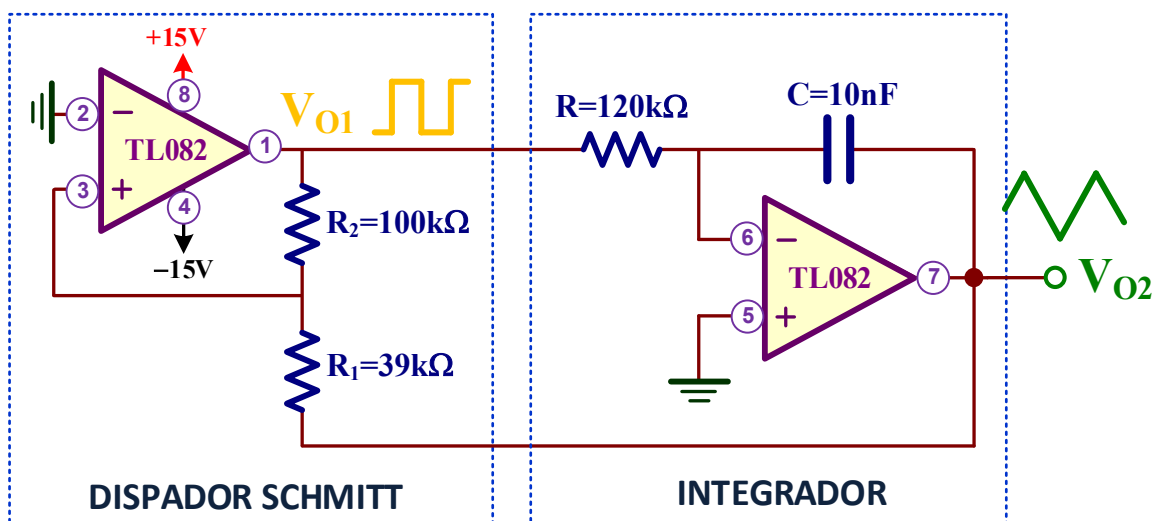

Figura VII.4. Circuito del generador de diente de sierra y onda cuadrada.
- C)** Montar el circuito generador de diente de sierra de la figura VII.4 constituido por el disparador Schmitt de la figura VII.3 y un integrador. Medir el periodo T de las señales de salida. Representar gráficamente las tensiones V_{O1} y la V_{O2} vistas en el osciloscopio e identificar las tensiones V_{TH} , V_{TL} , V_{OL} y V_{OH} .
Una vez montado el circuito de la figura VII.4 utilizando solamente un **único** circuito integrado TL082 que contiene 2 OAs, conectar al nudo V_{O1} el canal CH1 del osciloscopio y V_{O2} al canal CH2. Ajustar los mandos del osciloscopio para visualizar una onda cuadrada y una onda triangular que contenga dos o tres periodos de esas señales. Dibujar sus formas de onda.